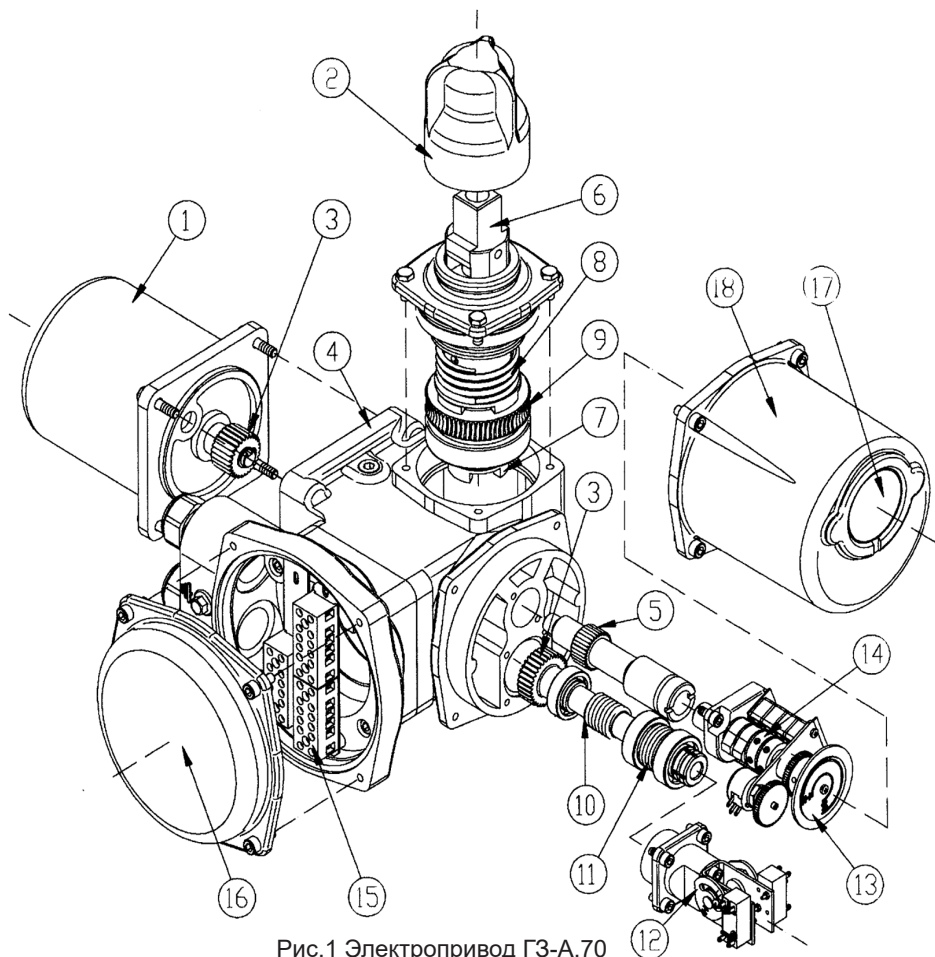
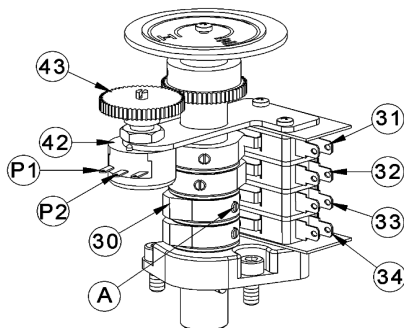
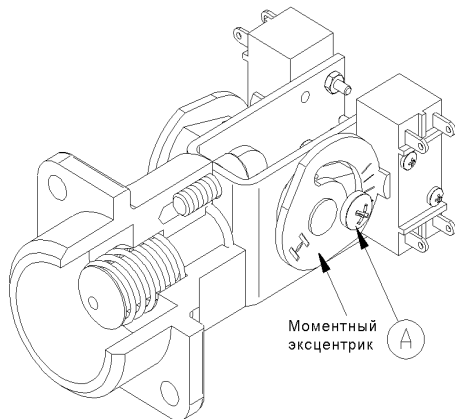

Рис.1 Электропривод ГЗ-А.70
Рис.2 Индикатор положения затвора
Рис.3 Ограничитель крутящего момента
Электродвигателя (1), червячного редуктора (9, 10), двухсторонней муфты ограничения крутящего момента (моментная муфта) (10, 11, 12), ограничителя хода выходного вала (14), индикатора положения затвора арматуры (13), рычага переключения режимов работы (6), выходного вала (7) и корпусных деталей (рис. 1).
Ограничитель хода выходного вала состоит из микровыключателей (31, 32, 33, 34), кулачков (30), размещенных на валу индикатора положения затвора (13), потенциометра (42) – (если он установлен), шестерни потенциометра (43), которая соединена с индикатором положения затвора (13) (рис. 1, рис. 2).
При ручном управлении вращение от рычага переключения режимов (6) (рис. 1) передается на выходной вал (7) электропривода. Один оборот рычага соответствует одному обороту выходного вала.
Ограничитель хода выходного вала (14) (рис. 1) непосредственно подсоединен через шестерню (5) к выходному валу. После надлежащей настройки ограничителя хода выходного вала индикатор положения затвора арматуры (13) соответствует определенным положениям затвора арматуры независимо от режима работы привода - ручного или электрического.
При достижении предварительно установленной величины крутящего момента в положении ЗАКРЫТО или ОТКРЫТО, либо в случае аварийного заклинивания штока затвора арматуры в промежуточном положении, выходной вал с червячным колесом останавливается, а червячный вал (10), ввинчиваясь в венец червячного колеса (9), вследствие продолжающегося вращения ротора электродвигателя, начинает перемещаться в осевом направлении, сжимая тарельчатые пружины (11) (рис. 1). Величина сжатия тарельчатых пружин определена необходимым усилием уплотнения затвора арматуры и устанавливается при настройке электропривода. Поступательное движение червячного вала приводит к перемещению вала ограничителя крутящего момента (12) (рис. 1). Вал ограничителя крутящего момента (рис. 3) поворачивает моментные эксцентрики, нажимая кнопки муфтовых микровыключателей, размыкает цепь управления питанием двигателя электропривода.